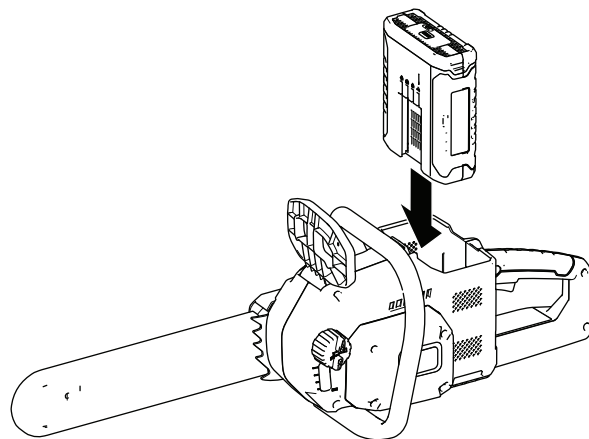

Figure 26
2. Alignez la languette de la batterie sur le logement dans la tronçonneuse (Figure 26).